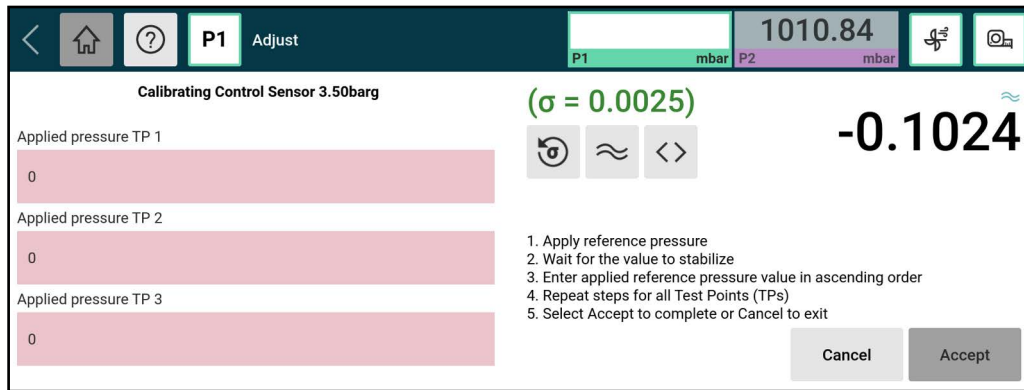

Figura A-10: Sensor Adjust Screen
- **Ajuste** - abre a **tela de Ajustar** para o sensor selecionado. Ver Figura A-10.
Figura A-10 mostra a tela de ajuste do sensor **que você usa para calibrar os sensores de pressão. Para encontrar essa tela, selecione o ícone de Configurações**, depois **Calibração** e insira o PIN de calibração, depois selecione **Correção** do Sensor e selecione o sensor a ser calibrado. Por fim, selecione **Ajustar**.